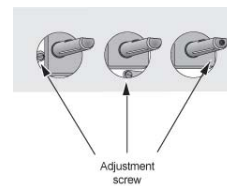

Figura 8
---El tornillo de ajuste puede situarse en el centro del eje de mando de la llave de gas o en el cuerpo de la llave de gas, a la izquierda del eje de mando o por debajo (véase la figura 8\*).